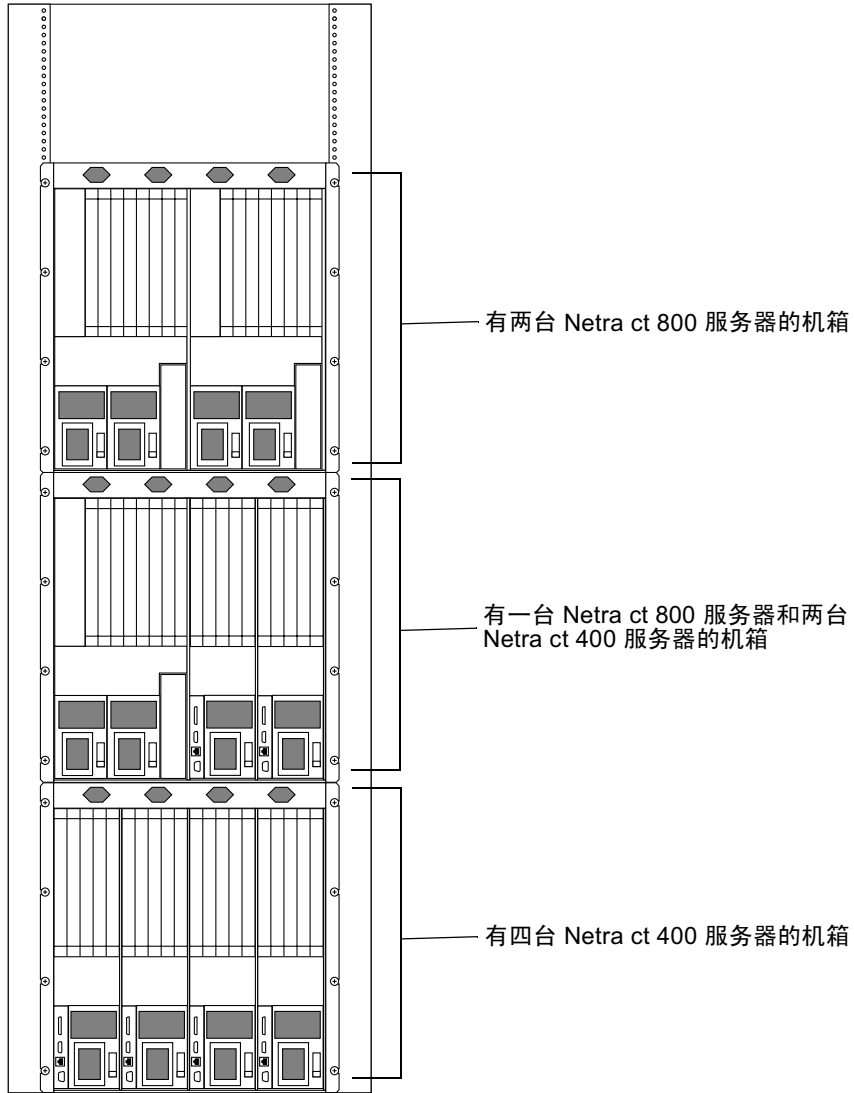

图 2-3 示例配置 1—三个机箱，无外部 SCSI 设备
- 图 2-3—示例配置 1—三个机箱，无外部 SCSI 设备